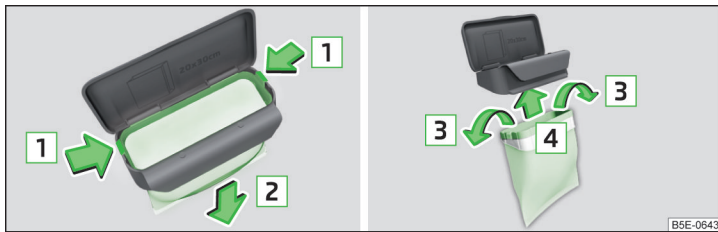

Fig. 82 Înlocuirea pungii
- ▶ Comprimați ambele elemente de fixare de pe margine în sensul săgeții **1** » fig. 82.